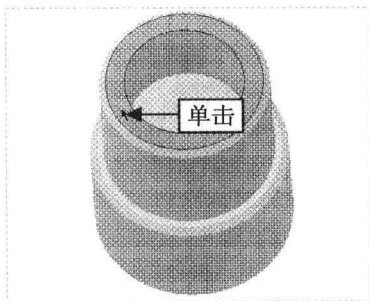

图 11-36 单击鼠标左键
Step 07 单击“确定”按钮，在“功能区”选项板的“模型”选项卡中，单击“形状”面板中的“拉伸”按钮，弹出“拉伸”选项卡，在模型的上表面上单击鼠标左键，如图 11-36 所示。